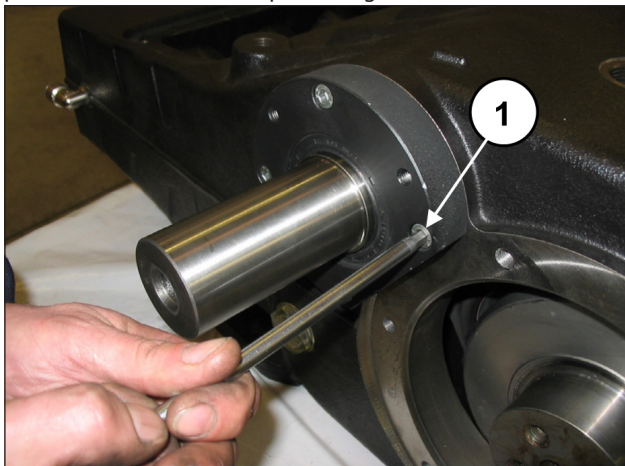
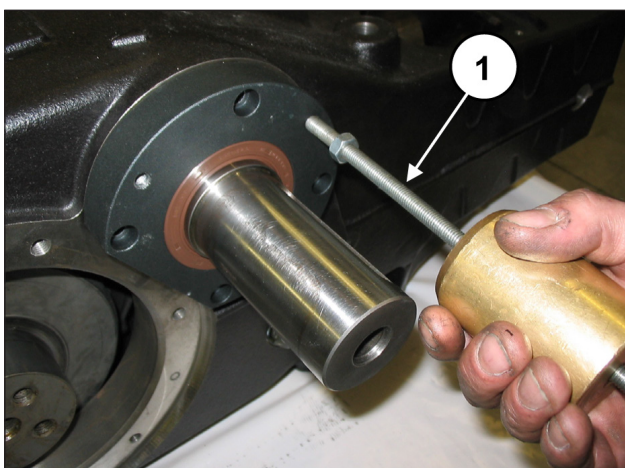

Fig. 26
Fig. 27
Aflojar los tornillos de fijación de la tapa del cojinete PTO derecho e izquierdo (pos. ①, Fig. 26) y extraer las dos tapas del eje PTO. Para facilitar el desmontaje, utilizar 3 tornillos prisioneros o tornillos M8 (pos. ①, Fig. 27) como extractores.